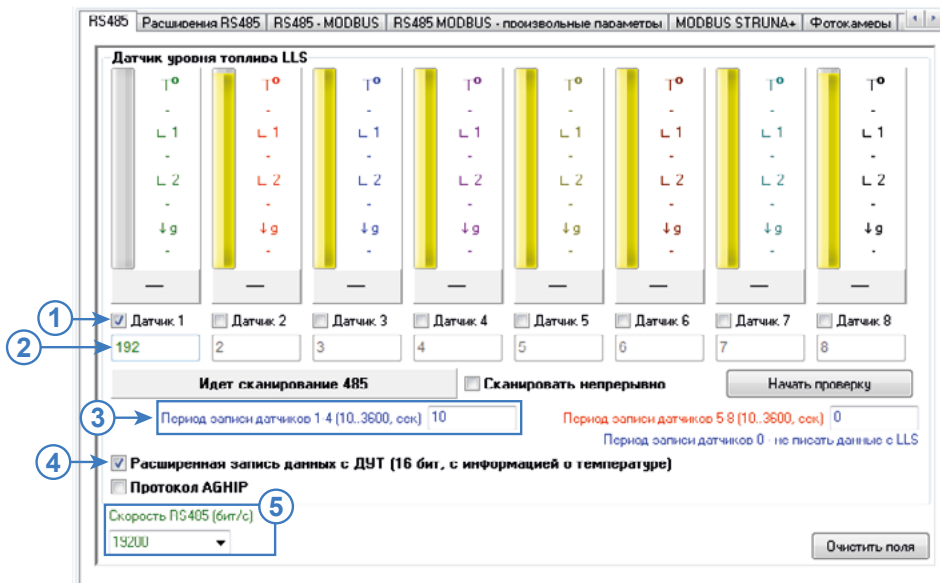

Рис.22. Настройка шины RS-485 контроллера АвтоГРАФ для подключения датчиков ТКАМ по протоколу LLS.
- включите опцию «Датчик 1» (Рис.22, п.1). Данная настройка разрешает контроллеру опрос датчика, адрес которого задан в поле Датчика 1. Также при такой настройке показания этого датчика будут записаны в контроллер, как показания LLS1;
- задайте адрес подключаемого датчика угла наклона в поле Датчика 1 (**Рис.22, п.2**). Т.к. адреса датчиков LLS задаются в настройках контроллера АвтоГРАФ в десятичном формате, то адрес датчика ТКАМ (в HEX) нужно преобразовать в десятичный формат. Например, адрес C0 (в HEX) будет 192 в десятичном формате.
- в поле «Период записи датчиков 1-4» задайте интервал записи показаний датчика угла наклона в память контроллера (**Рис.22, п.3**). Данная настройка относится к Датчикам 1-4. Если вы настраиваете Датчики 5-8, то период опроса этих датчиков необходимо задавать в поле «Период записи датчиков 5-8». Запись показаний датчиков не осуществляется, если задан нулевой период. Диапазон возможных значений периода записи от 10 до 3600 секунд. Период задается в секундах;
- включите опцию «Расширенная запись данных с ДУТ» (**Рис.22, п.4**). При отключенной опции контроллер не будет получать показания температуры с датчиков угла наклона, передающих данные в протоколе LLS;
- в строке «Скорость RS485 (бит/с)» укажите скорость работы шины RS-485 контроллера (**Рис.22, п.5**). Обратите внимание, что такая же скорость должна быть задана во всех устройствах, подключаемых к контроллеру АвтоГРАФ по шине RS-485, включая датчики угла наклона ТКАМ;